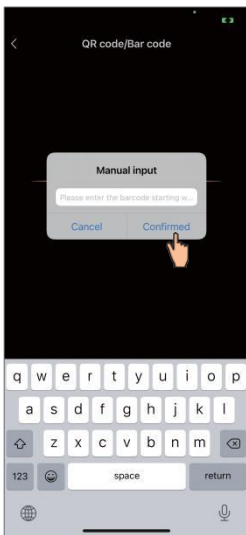

Fig.19.2 Interface d'entrée manuelle
- 8 Cliquez sur "OK" (Fig.17) pour permettre à l'application d'utiliser la caméra pour scanner le code WF sur le module WIFI (Fig.19.1), ou cliquez sur "entrée manuelle" pour saisir le code WF (Fig.19.2).